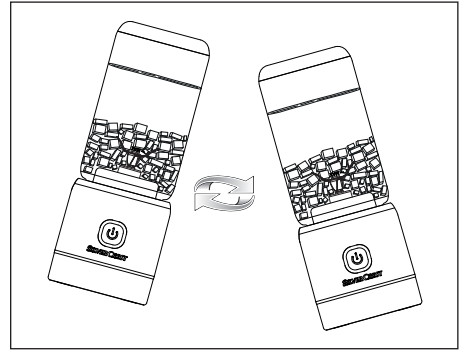

Abb. 1
4) Damit sich die Zutaten besser verteilen, können Sie das Gerät bewegen während es die Lebensmittel zerkleinert. Halten Sie das Gerät hierzu in der Hand und führen Sie damit schwenkende Hin- und Her-Bewegungen aus (siehe Abb. 1). Achten Sie darauf, dass sich der Mixbecher **4** nicht vom Motorblock **9** löst.